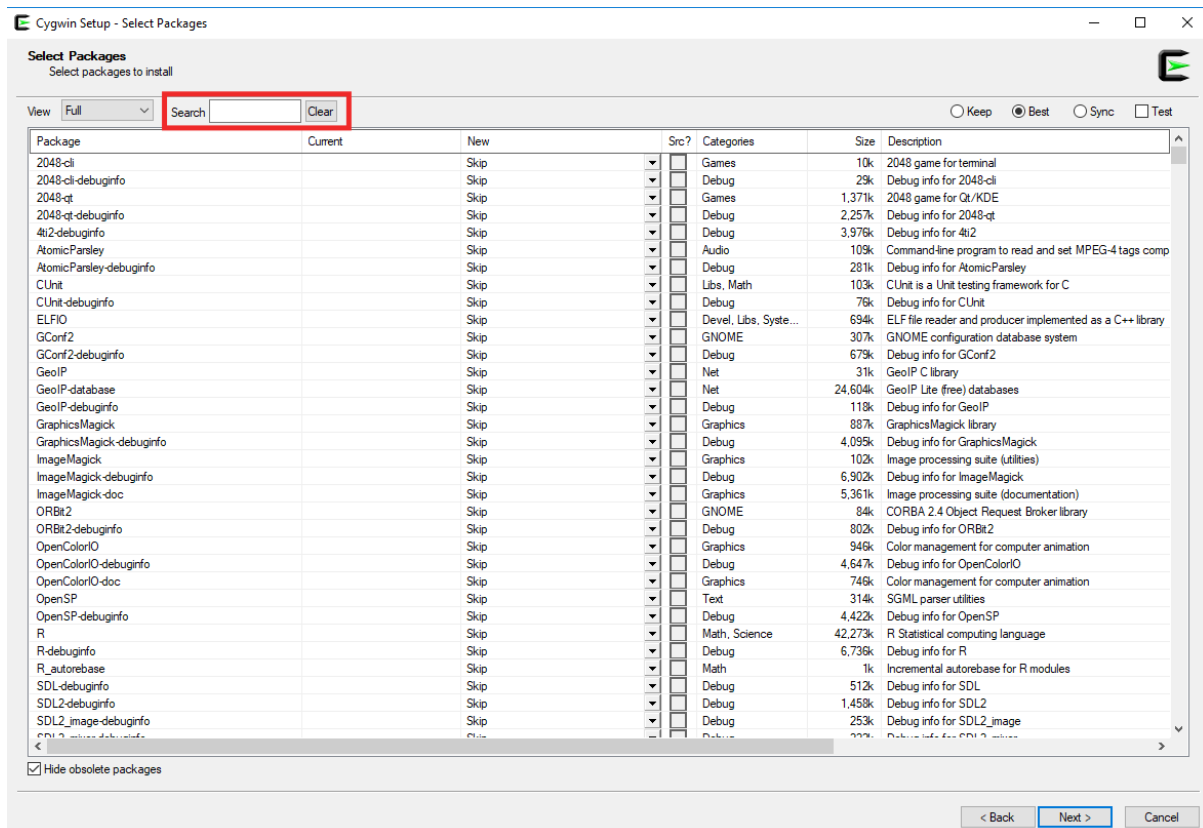

Figura 105. Janela Selecionar pacotes - Vista completa
4. Aparecerá a lista completa de pacotes que pode instalar (Figura 105). Na caixa de pesquisa (**Search**), selecionar os pacotes específicos que pretende instalar.